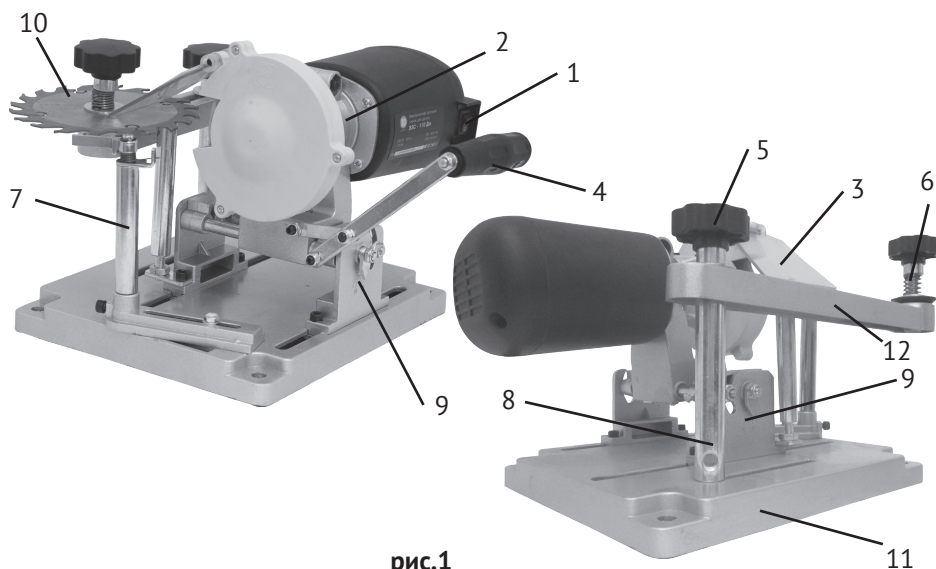
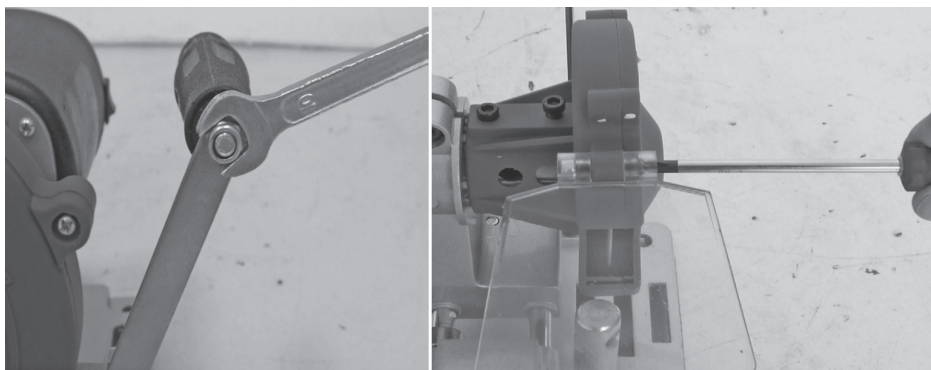
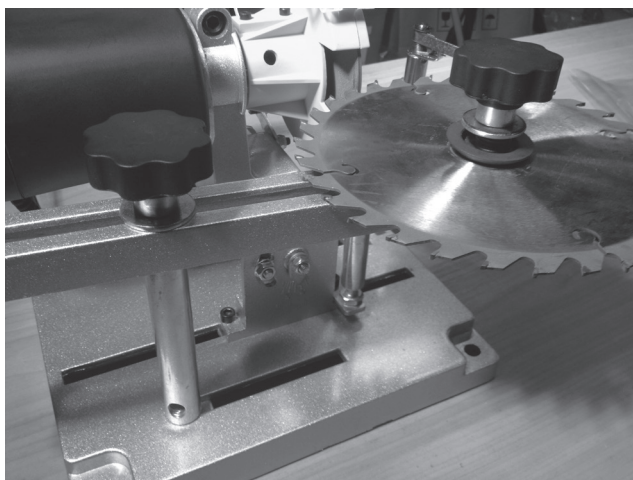

рис.1
рис.2
рис.3
1.3 Заточный станок состоит из заточного блока с электродвигателем (рис.1 поз.2), поворотного кронштейна (рис.1 поз.12) для установки диска (рис.1 поз.10) и основания (рис.1 поз.11). В пластиковом корпусе расположен силовой блок, который включает в себя электронную плату – выпрямитель и коллекторный двигатель постоянного тока. Для стационарного закрепления станка на верстаке (столе) шурупами или болтами, в основании имеются 4-е монтажных отверстия. Крутящий момент с якоря электродвигателя через соединительную муфту передаётся на шпиндель. Между опорным и зажимным фланцами, на шпинделе (гайкой М10) крепится заточный круг.
1.4 Выключатель (рис.1 поз.1) расположен сбоку на корпусе двигателя.
- установите защитный экран (рис.1 поз.3) и рукоятку поперечного перемещения заточного блока (рис.1 поз.4), как указано на рис.2;
- открутите и снимите прижимной блок пильного диска (рис.1 поз.6), расположенный на кронштейне подачи (рис.1 поз.12). Прижимной блок состоит из фиксатора-гайки, шайбы, пружины и прижимной конусной шайбы. Установите заточиваемый диск (рис.1 поз.10), как показано на рисунке (рис.3), и зафиксируйте его с помощью прижимного блока.
- придать станку устойчивое положение, при необходимости закрепить основание (рис.1 поз.11) на верстаке (столе);
- открутите фиксатор-гайку (рис.1 поз.5) кронштейна подачи пильного диска;
- отрегулируйте продольное положение заточного блока (рис.1 поз.2);
Для этого необходимо шестигранным ключом (входит в комплект поставки) открутить четыре прижимных винта, освободив две крепёжные пластины. Теперь заточный блок можно перемещать вдоль направляющих пазов основания. При заточке пильных дисков небольшого диаметра, заточный блок подаётся вперёд, в сторону вспомогательного ограничителя-упора (рис.1 поз.7). При работе с пильным диском большого диаметра, заточный блок подаётся назад, в сторону расположения электродвигателя станка. Выставив нужное положение заточного блока, надёжно закрепите прижимные винты.
- установите опорный цилиндр (рис.1 поз.8) как можно ближе к затачиваемому зубу и отрегулируйте его высоту контргайкой, расположенной на цилиндре (рис.4). Опорный цилиндр предназначен для устойчивого позиционирования пильного диска в момент заточки его зубьев;
- с помощью рукоятки поперечного движения (рис.1 поз.4) подведите заточной блок к затачиваемому пильному диску. Расположите позиционированный зуб пильного диска таким образом, чтобы его затачиваемая поверхность плотно прилегала к боковой поверхности заточного круга (рис.5);
- удерживая зуб пильного диска в плотном контакте с заточным кругом, установите вспомогательный ограничитель-упор (рис.1 поз.7) таким образом, чтобы пластина ограничителя-упора, усилием пружины, плотно прижималась к боковой поверхности одного из свободных зубьев диска. Кронштейн ограничителя-упора фиксируется в
- рукояткой (рис.1 поз.4) переместите заточный блок в направлении пильного диска и заточите позиционированный зуб. Завершив затачивание, отведите заточный блок от пильного диска;
2.4.1 Станок обладает возможностью регулировки угла наклона заточного блока относительно вертикальной оси от 0 до 25 градусов. Для этого необходимо открутить две фиксирующие гайки, расположенные с двух сторон на кронштейнах крепления заточного блока к основанию (рис.7). Повернув заточный блок на нужный угол по проградуированной шкале (рис.1 поз.9), зафиксировать его гайками.